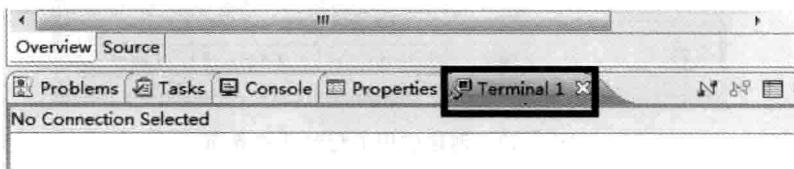
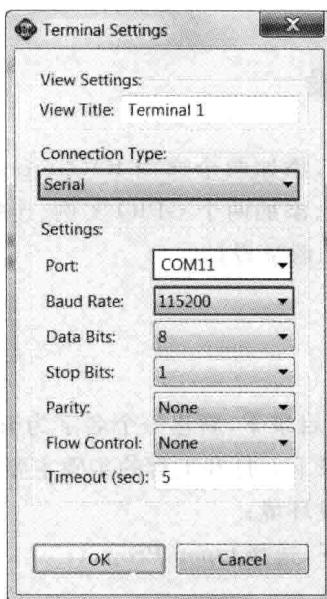

图 4.26 选择 Terminal 1 标签
图 4.27 串口参数设置窗口
- (1) 在 PC 和 Zedboard 板 JTAG 端口之间使用 micro-usb 电缆进行连接，在 PC 和 Zedboard 板之间的 UART 端口之间也使用 micro-usb 电缆进行连接。然后，给 Zedboard 板上电。
- (2) 如图 4.26 所示，选择 Terminal 1 标签。如果没有出现该标签，则在 SDK 主界面主菜单下，选择 Window→Show view→Terminal。
- (3) 如图 4.26 所示，单击 按钮。出现图 4.27 所示的串口参数设置窗口。按图中参数进行设置。